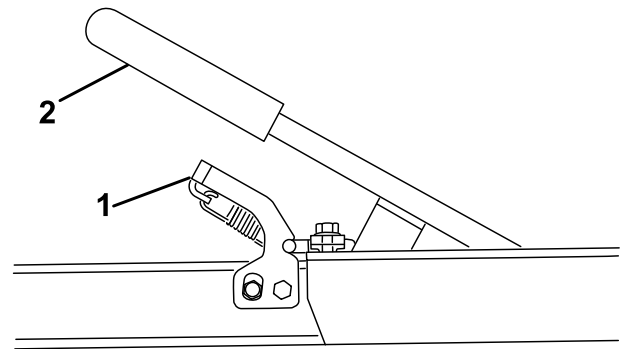

Figure 7
2. Tout en gardant le contrôle du plateau de la remorque et en tenant la poignée, appuyez sur le dispositif de verrouillage et la poignée de levage (Figure 7). Abaissez le plateau de la remorque au sol.